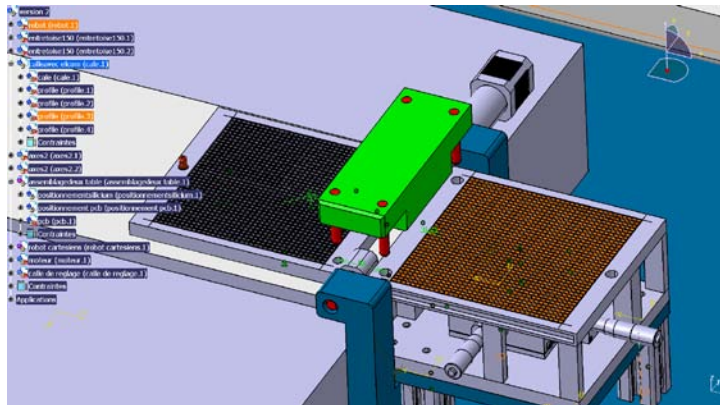

Figure 3 : pièce de positionnement pour les deux tables et définition de la référence
- aligner la table A sur la table B grâce à la pièce de positionnement des deux platines. (Pièce verte sur la figure 3)